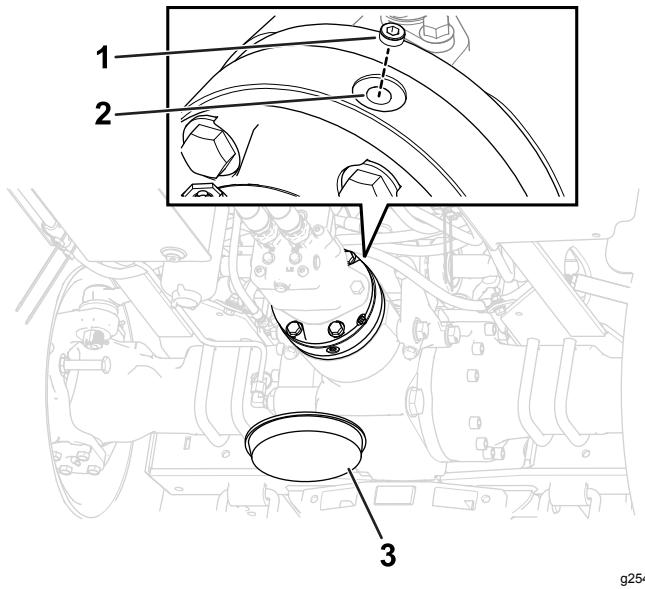

図 104
- ブレーキハウジングの上部にある補給プラグを外す図 104。
7. 給油ポートにプラグを取り付ける図 104。